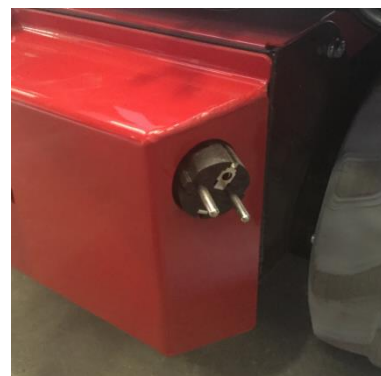

Figure 20
- Tirez la fiche de l'avant du Chariot Transporteur (*Figure 20*).
- Appuyez le câble de l'avant du Chariot Transporteur et aussi la fiche, un petit bout (*voir Figure 20*).